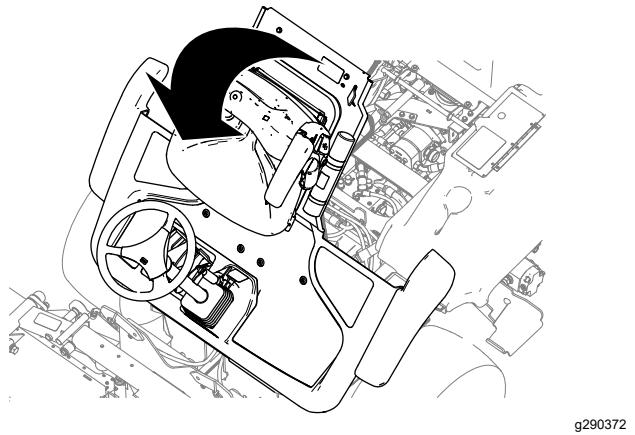

Bild 41
2. Klappen Sie die Plattform hoch (Bild 41).